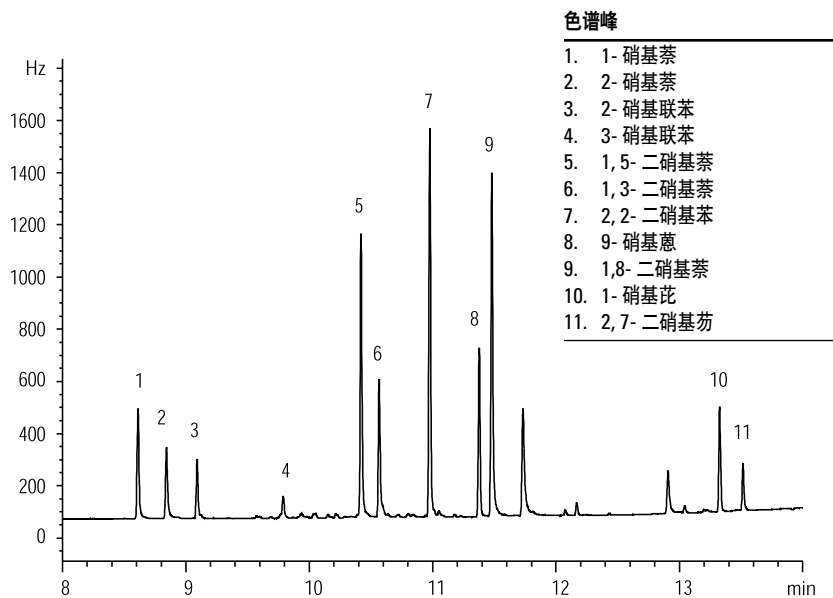

图 3. 硝基多环芳烃的 CGC-ECD 分析色谱图 (溶质浓度: 40 ppb)
本文采用优化的 GC 色谱条件, 分析测定了 11 种 nitro-PAH (硝基多环芳烃), 每种物质的测定浓度为 40 pg/mL (40 ppb), 这些分析物的色谱图见图 3。所有化合物峰型良好。不同 PAH 的检出限范围在 0.1 到 1 pg 之间, 这比氮磷检测器 (NPD)、质谱 (MS) 或者二级质谱 (MS-MS)² 的检出限至少低了 1 个数量级。因此, 与其它检测方法相比, 6890 Micro-ECD 对硝基多环芳烃的检测可以提供更高的灵敏度。